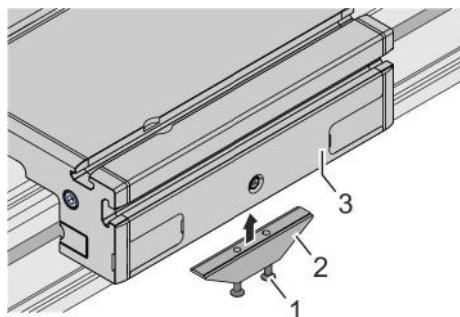

Fig. 34: Montaggio dell'attuatore
1. ➤ Posizionare l'attuatore (Fig. 34/2) all'altezza dei fori posti al di sotto del carrello di guida (Fig. 34/3).
2. ➤ Stringere 2 viti (Fig. 34/1):